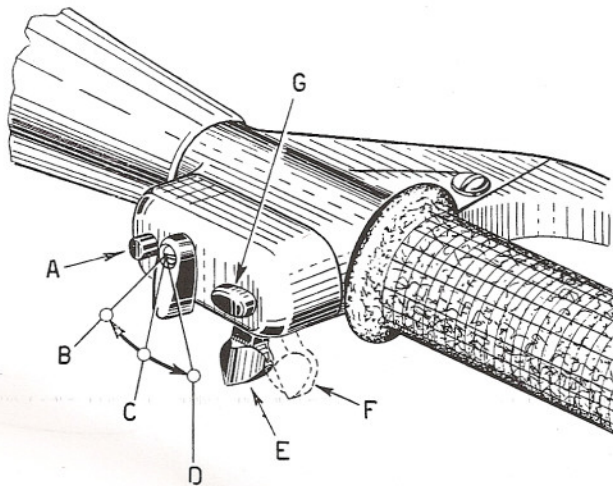

Fig. 7/A - Posizioni del commutatore - deviatore
Sono alimentati in c. a. le luci abb. e anabb., la luce rossa posteriore e l'avvisatore acustico; sono alimentate in c. c. le luci di posizione anteriore e posteriore e la luce STOP. Per l'illuminazione del contachilometri è prevista una lampada da 0,6 W che può essere alimentata in c. a. e in c. c. Sul manubrio, al lato destro, è installato il gruppo commutatore-deviatore (ved. fig. 7/A), munito di due levette; quella di commutazione a 3 posizioni: luce di città, fanalino posteriore e luce contachilometri (B) — tutto spento (C) — luci del proiettore, fanalino posteriore e luce contachilometri (D); quella di deviazione a 2 posizioni: luce